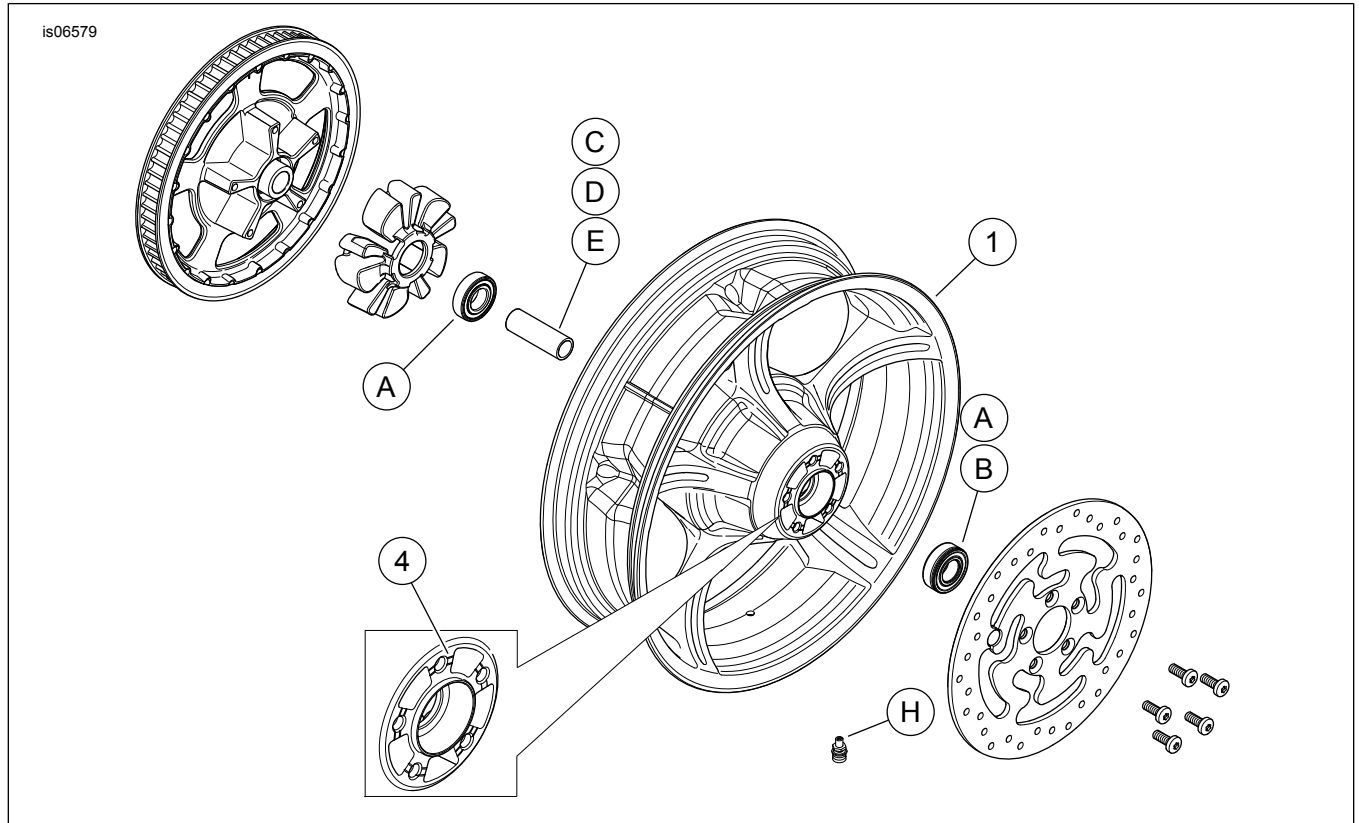

Abbildung 1. Ersatzteile: „Anarchy“-Hinterräder
Diese Sätze enthalten nur das Spezial-Rad. Siehe Abbildung 1 und Tabelle 2.
2. Siehe Abbildung 1. Die Ventilschaft-Baugruppe (H) am Rad anbringen. Siehe REIFEN im Werkstatthandbuch.